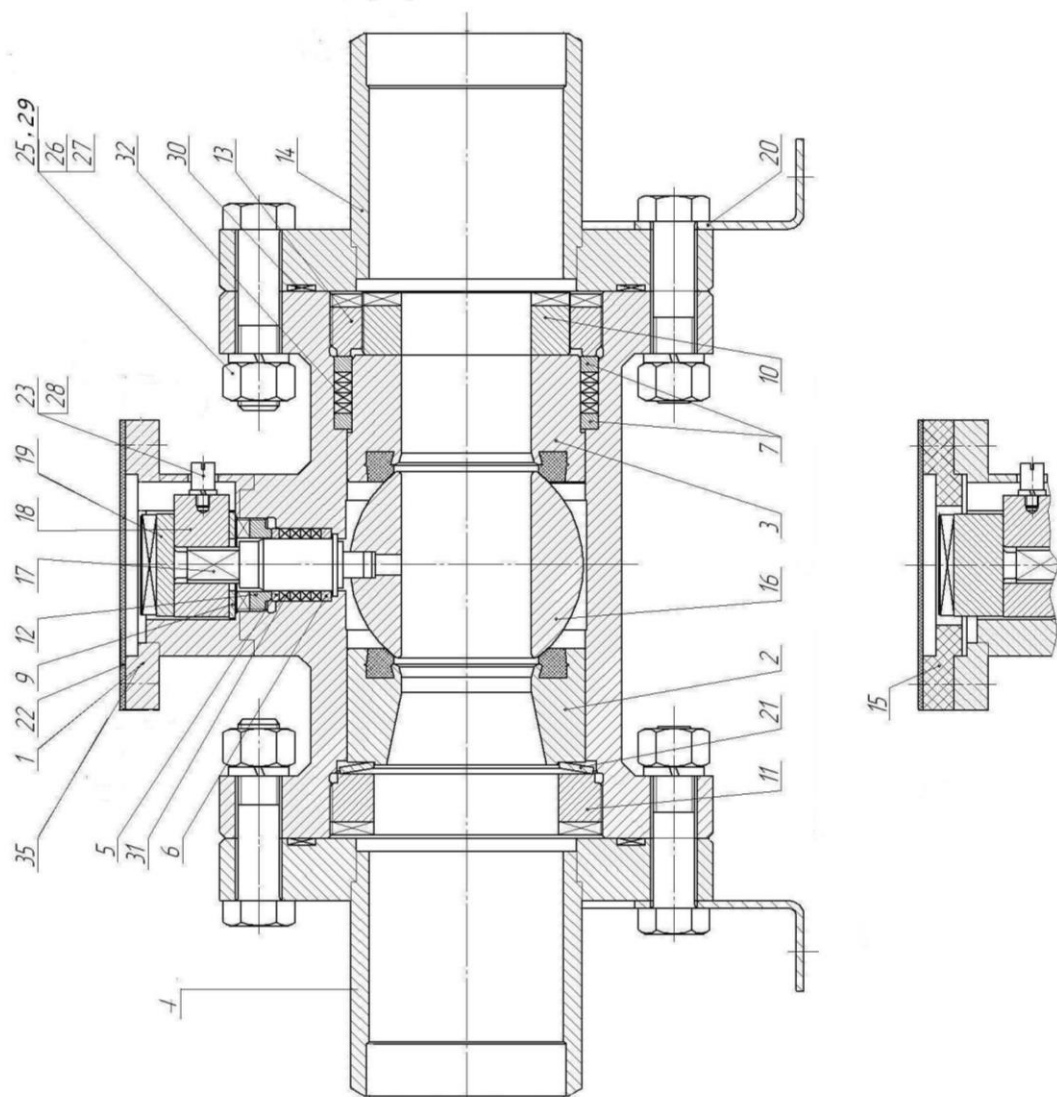

Рис. 1
1.4.1.3. Состав клапана без электромеханизма указан на рис. 1.